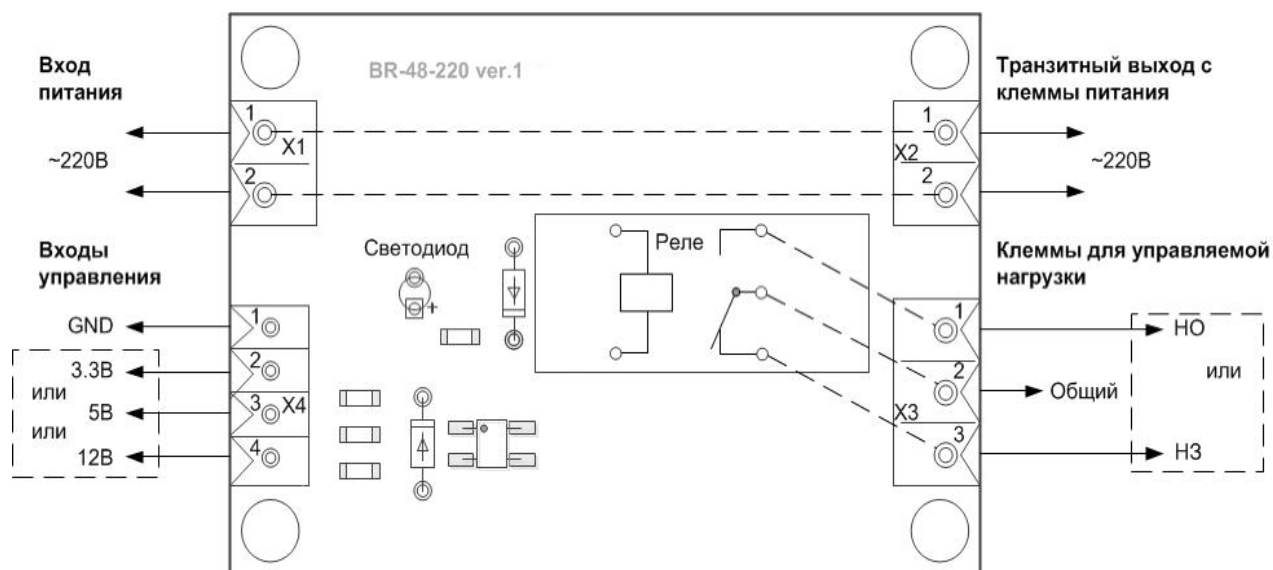
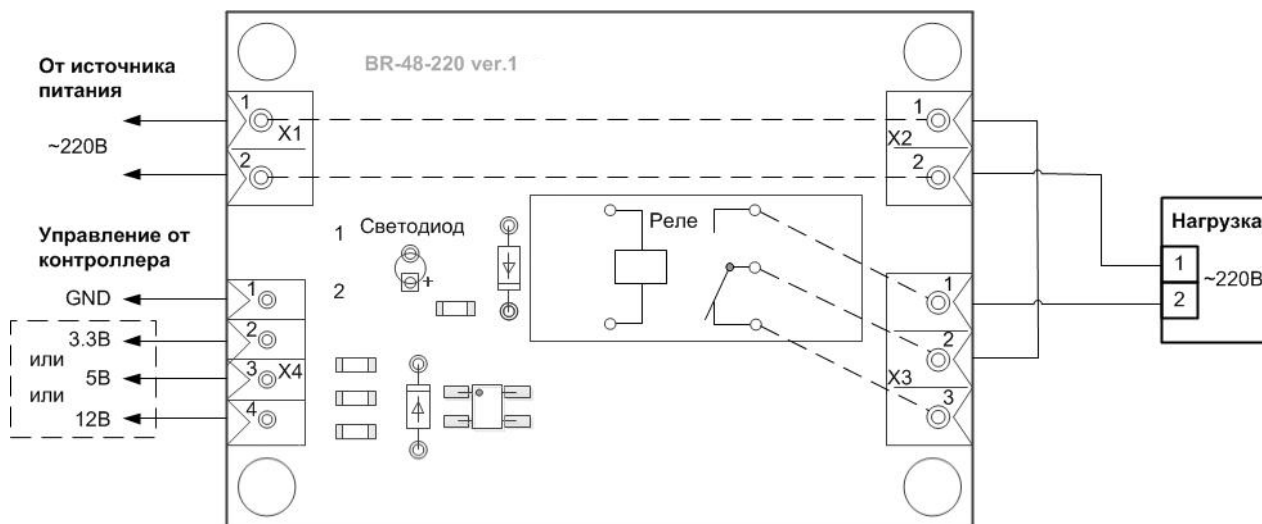
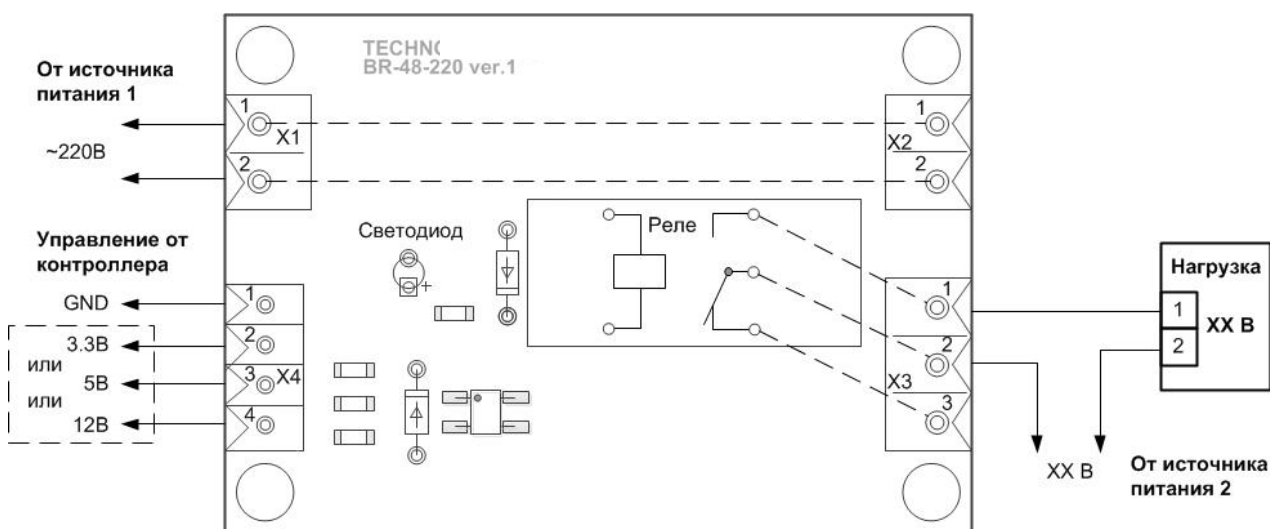

Рисунок 8 - Схема подключений изделия
Рисунок 9 - Пример схемы подключения нагрузки 220В АС
Рисунок 10 - Пример схемы подключения допустимой нагрузки
Схема подключений изделия показана на рис.8.
На схеме рис.8 изображено следующее:
Изделие поддерживает 3 варианта управляющих сигналов (см. табл.3). Именно такие варианты позволяют стыковать изделие с любым имеющимся управляющим выходам контроллеров. На рис.8 для универсальности изображено подключение одновременно всех вариантов управления. На практике нужно подключать только один из них. При этом клемма «GND» является общей для всех вариантов.
При коммутации нагрузки с тем же напряжением, что требуется для питания изделия, схема подключений может быть упрощена (т.к. не нужен второй кабель от источника питания), как показано на рис.9.
Изделие может коммутировать нагрузку с разным типом питания (в пределах характеристик табл.3). Если тип питания и мощность управляемой нагрузки отличается от питания изделия, то схема подключения примет вид, как на рис.10.
Для примера в схемах на рис.9 и рис.10 приведено подключение управляемой нагрузки в нормально-открытом состоянии. Если потребуется управление в нормально-закрытом состоянии, то в этих схемах достаточно переключить провод от нагрузки в клемме X3 с контакта 1 на контакт 3.
2.5.3. Подключить питание изделия 220В АС (весь диапазон указан в табл.3) к клемме Х1 (см. рис.8). Не обязательно соблюдать полярность «Фаза-Ноль».
2.5.4. Подключить цепь питания управляемой нагрузки через клемму Х3 изделия (см. рис.8), примеры подключения показаны на рис.9 и рис.10.
Назначение клемм изделия указано в табл.6. В таблице клеммы указаны по обозначениям на рис.8.
Таблица 6 - Назначение клемм по обозначениям на рис.8